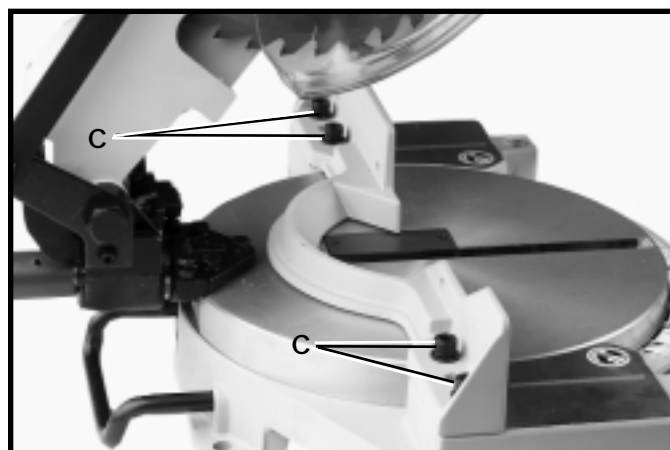

Fig. 24
3. Si un réglage est nécessaire, desserrez les quatre vis (C) fig. 24, et réglez le guide perpendiculairement à la lame. Puis, serrez les quatre vis (C).